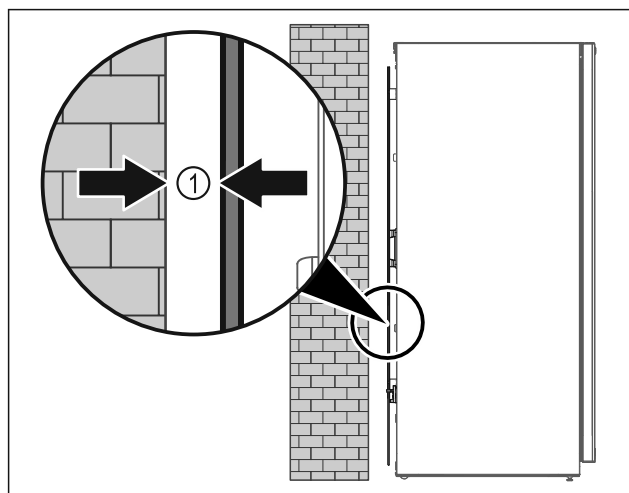

Fig. 9
- Ustavte spotřebič buď volně v místnosti nebo přímo u stěny v minimální vzdálenosti 5 mm Fig. 9 (1).